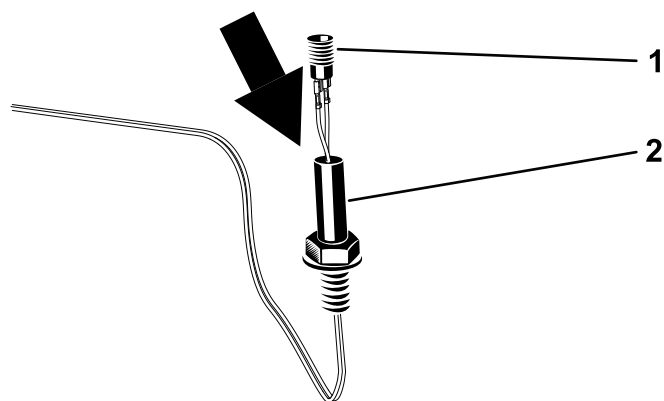

Figura 7
4. Instale o conector do sinal luminoso na tomada do sinal luminoso rodando a tomada do sinal luminoso (Figura 7).